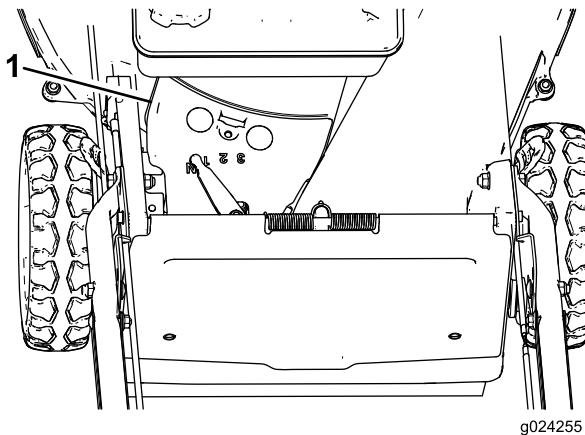

Figura 36
3. Retire a cobertura (Figura 36) da estrutura.